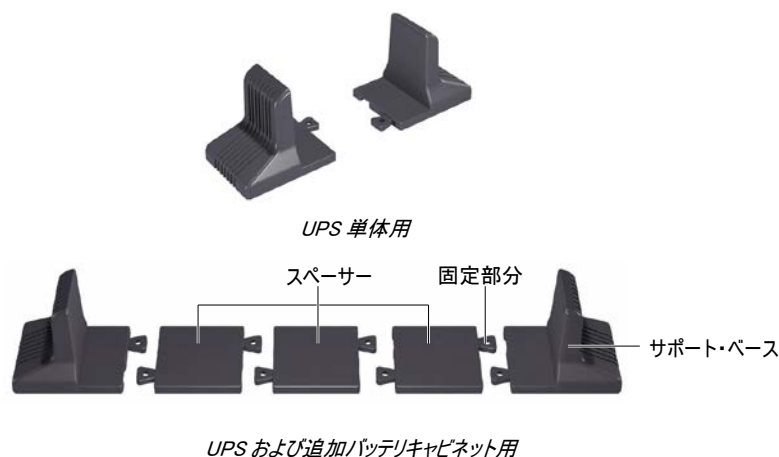

図 2-1 サポート・ベースとスペーサー
- 締め具部分の凹凸を合せ、サポート・ベースを組み立てます(図 2-1)。組み立てたサポート・ベースは、各 Liebert GXT3-J UPS の前面と背面に 1 組ずつ、計 2 組が必要です